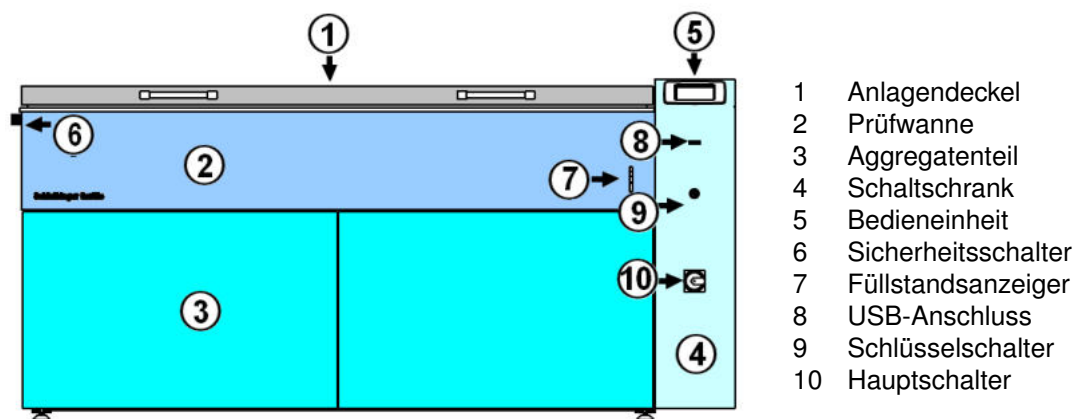

Abbildung 1: Aufbau der CDF-Anlage.
Die CDF/CIF-Prüfanlage wird als steckerfertiges Kompaktgerät in Truhenform geliefert. Diese besteht aus drei Hauptgruppen: Prüfwanne, Aggregateteil sowie Elektronik, Steuer- und Reglereinheit (Schaltschrank) (Abb. 1).
Die wärmeisolierte Prüfwanne (Abb. 1, (2)) ist aus hochwertigem Edelstahl hergestellt und mit einem wärmeisolierten Deckel (Abb. 1, (1)) versehen. Die Prüfwanne wird von der Wärmeträgerflüssigkeit durchströmt und garantiert eine gleichmäßige Temperaturverteilung. In die Prüfwanne können Probenbehälter aus Edelstahl mit Hilfe der Stege oder geeigneter Rahmenvorrichtung eingehängt werden. Der Kältespeicher ist an die Prüfwanne gekoppelt.
Unterhalb der Prüfwanne befindet sich der Aggregatenteil, welcher die Kälteanlage und die Baugruppen zur Umwälzung und Temperierung enthält (Abb. 1, (3)).
Der Schaltschrank beinhaltet die Regel- und Steuereinheit der Anlage und ist rechts an der Truhe angebaut (Abb. 1, (4)). Trennen Sie die Stromversorgung vor Wartungsarbeiten. Alle Installations- und Wartungsarbeiten an der Elektrik und der Elektronik dürfen nur von qualifizierten Fachpersonal gemäß allen geltenden Vorschriften und Normen durchgeführt werden.
Die Bedienung der Anlage erfolgt über die Bedien- und Kontrolleinheit (Bildschirm) (Abb. 1, (5)). Bis zu 7 verschiedene Temperaturprofile können am Bildschirm eingegeben und ausgewählt werden. Das Starten und Stoppen eines Prüfprogramms kann nur am Bildschirm erfolgen.
Aus Sicherheitsgründen wird die Anlage bei Temperaturen unterhalb von 0 °C mit einem Sicherheitsschalter verriegelt (Abb. 1, (6)). Das Öffnen des Deckels der Anlage ist nur möglich, wenn der Hauptschalter an ist und die Temperatur im Temperierbad sich oberhalb von 0 °C befindet. Ist die Anlage stromlos oder die Temperatur im Temperierbad im negativen Bereich, wird der elektromagnetischer Sicherheitsschalter am Deckel aktiviert und der Deckel lässt sich nicht öffnen (Abb. 2).
Der Füllstandsanzeiger zeigt den Füllstand der Wärmeträgerflüssigkeit im Speicher an (Abb. 1, (7)). Der Füllstand sollte im Bereich des Optimum eingestellt sein und darf nicht unterhalb der Minimum-Markierung oder oberhalb der Maximum-Markierung liegen.
An der Anlage unterhalb des Bildschirms befindet sich ein Steckplatz für den mitgelieferten USB-Stick (Abb. 1, (8)). Verwenden Sie nur den mitgelieferten USB-Stick.
Die Bedieneinheit der Anlage (Bildschirm) kann gegen Zugriff mit einem Schlüsselschalter gesperrt werden (Abb. 1, (9)).
Der Hauptschalter der Anlage ist im unteren Bereich des Schaltschranks angebracht (Abb. 1, (10)).